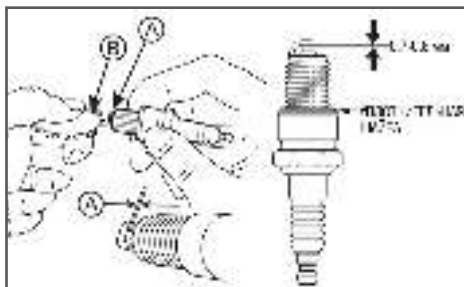

Рис. 38 Проверка межэлектродного зазора
4. Измерьте зазор А между электродами свечи зажигания специальным щупом В. Зазор должен быть 0,7-0,8 мм (Рис. 38). При увеличении или уменьшении требуемого зазора, рекомендуется заменить свечу, так как регулировка зазора может привести к изменению качества искрообразования.